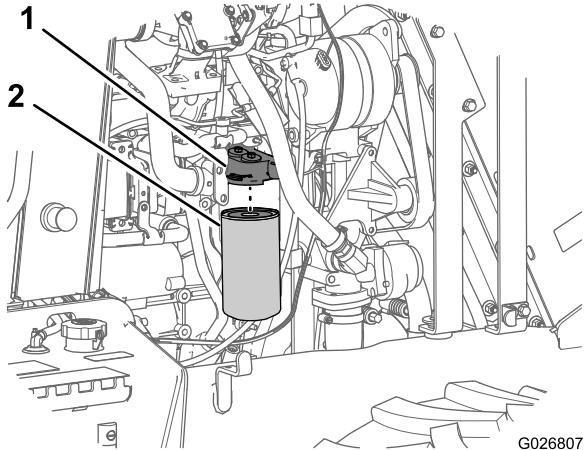

Figure 66
2. Placez un petit bac de vidange sous le filtre à huile (Figure 66).
3. Tournez le filtre à huile vers la gauche et déposez-le (Figure 66).
7. Alignez le filtre à huile neuf sur la tête du filtre à huile, et tournez le filtre vers la droite jusqu'à ce que le joint du filtre rejoigne la tête (Figure 66).
8. Serrez le filtre à huile à la main de 3/4 à 1 tour supplémentaire (Figure 66).